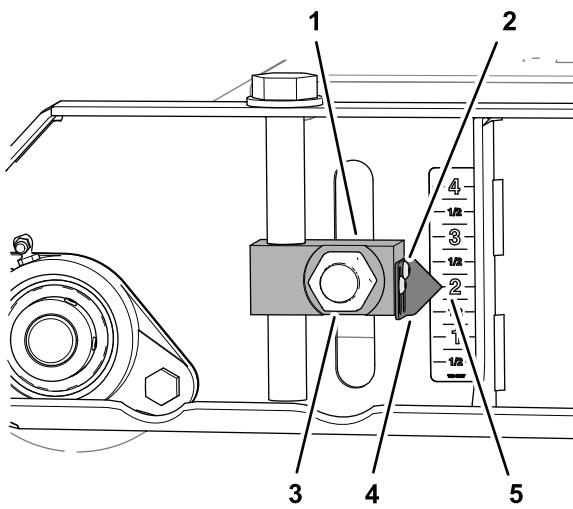
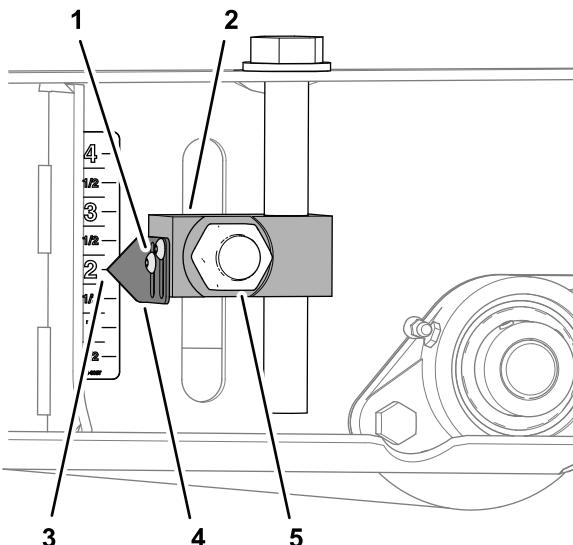

Рисунок 82
Рисунок 84
3. Ослабьте 2 винта с внутренними шестигранниками, которые крепят указатель блока регулятора высоты скашивания, совместите указатель с меткой «2 дюйма» на наклейке и затяните винты (Рисунок 82).
- Ослабьте винты с внутренними шестигранниками, которые крепят 2 указателя блока регулятора высоты скашивания, совместите указатели с метками «2 дюйма» на наклейке и затяните винты (Рисунок 84).
- Затяните 4 гайки крепления 4 блоков регуляторов высоты скашивания (Рисунок 82 и Рисунок 84) переднего и заднего валиков с моментом от 322 до 396 Н·м.